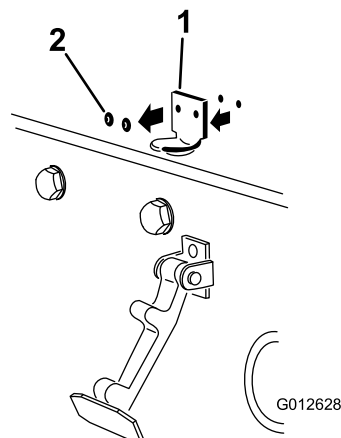

Figura 3
2. Rimuovete i (2) rivetti che fissano la staffa del fermo del cofano al cofano (Figura 3). Rimuovete la staffa del fermo dal cofano.